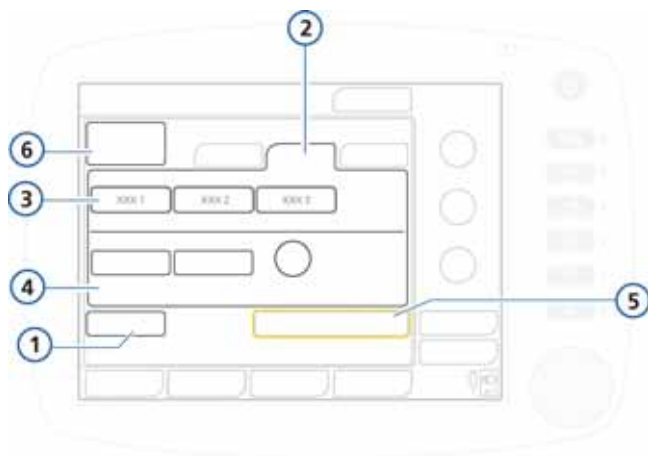

Figura 4-2. Finestra Standby di impostazioni paziente (pazienti adulti/pediatrici)
Una volta avviata la ventilazione, viene visualizzata la finestra di impostazioni paziente (Figura 4-2), con le impostazioni predefinite selezionate. Selezionare, regolare e attivare le opzioni desiderate.
- **Adulto/Ped.** Per pazienti adulti e pediatrici. (Figura 4-2). Vedere la Tabella 4-1 per i range dell'età e del peso.